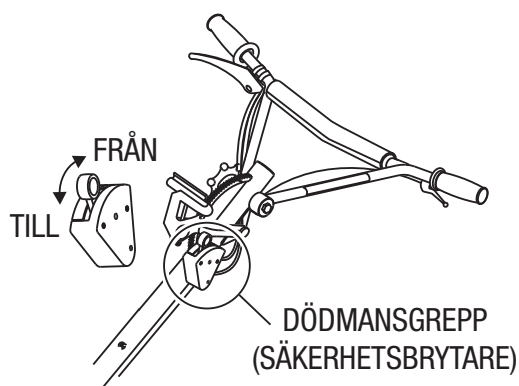

Bild 25. Centrifugal "Kill Switch"
3. Placera den **centrifugala "kill switchen"** (bild 25) i läge "ON". För modeller med denna funktion.